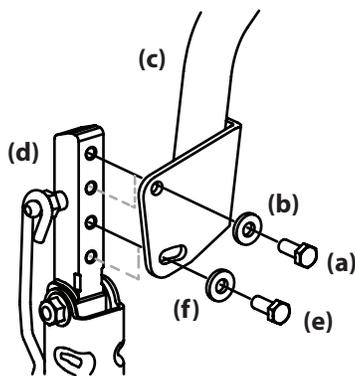

Figura 4-4
2. Mientras sostiene la palanca de control de la transmisión para evitar que caiga, quite el tornillo hexagonal (e) y la arandela plana (f) de la base de la palanca de control de la transmisión (c) y del brazo inferior (d). Consulte la Figura 4-4.
1. Afloje el tornillo hexagonal si aún no lo aflojaron y rote la palanca de control hacia adelante o hacia atrás a la posición deseada. Consulte Figura 4-4.